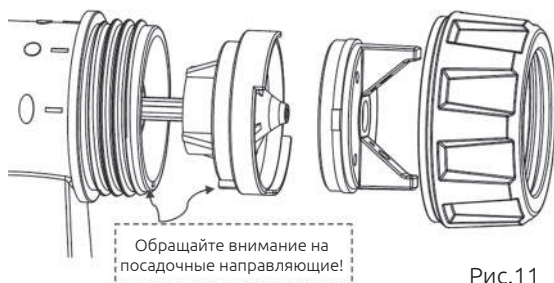

Рис.11
12) Просушите и прикрутите дюзу, сопло и посадочное кольцо в обратном порядке, обращая внимание на посадочные направляющие (см. Рис. 11).